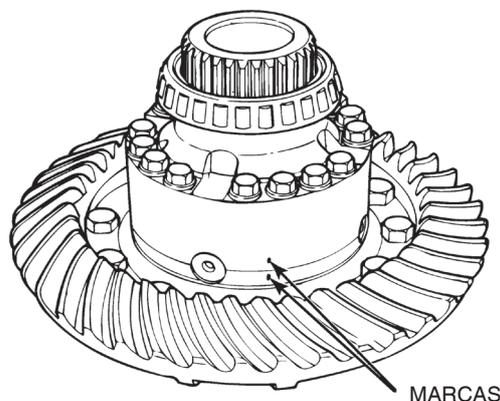

Figura 3.47
1. Use um punção e martelo para marcar as duas metades da caixa dos satélites. As marcas irão ajudá-lo a remontar corretamente as duas metades da caixa dos satélites. Figura 3.47.